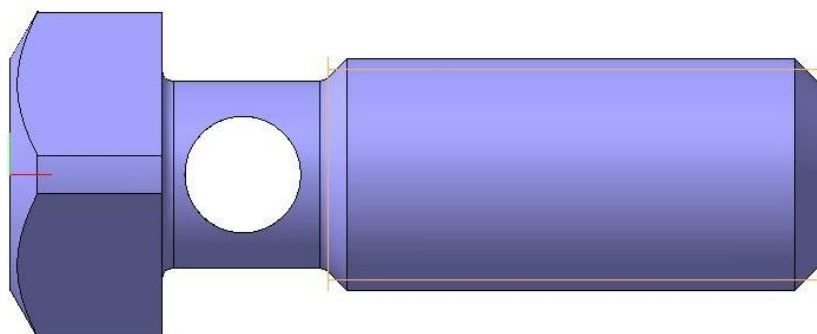

Рис. 13
6. Выделите в дереве построения команду **Сечение по эскизу**  и из контекстного меню выберите команду «Исключить из расчета». Выберите ориентацию **Вид спереди**, рис. 13.